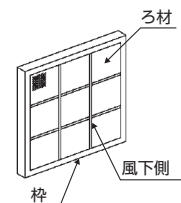

図 2-12 粗塵
- ・ ポリエステル製不織布のろ材をアルミ枠に収納した構造で、エアフィルタレール上にセットしてあります。(図 2-12 参照)